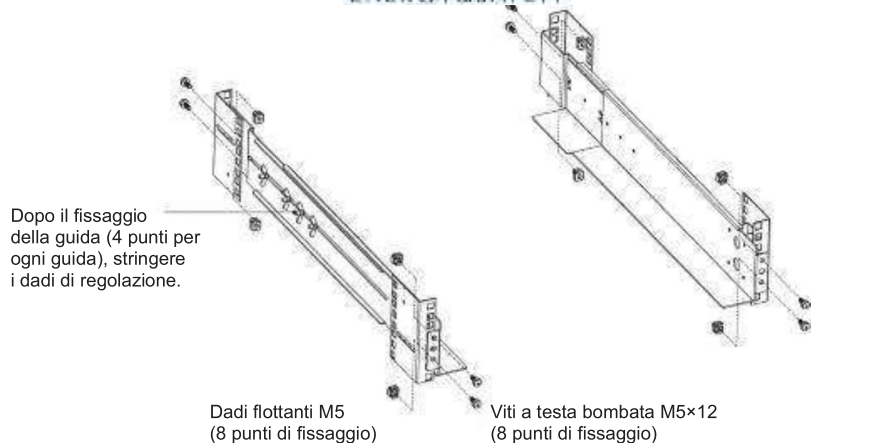

Figura 2 Fissaggio delle guide
- Scegliere la dimensione corretta nel rack per il posizionamento dell'UPS (v. Figura 2). La guida occupa quattro posizioni nella parte anteriore e posteriore del rack.